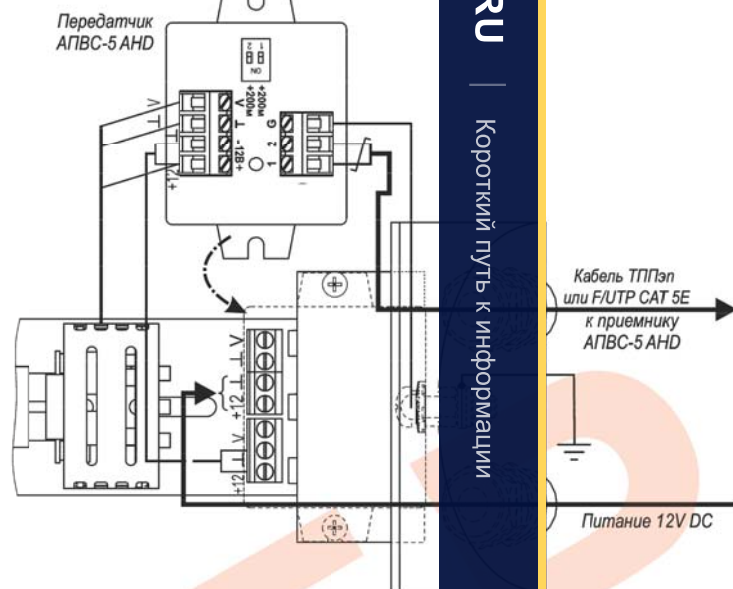
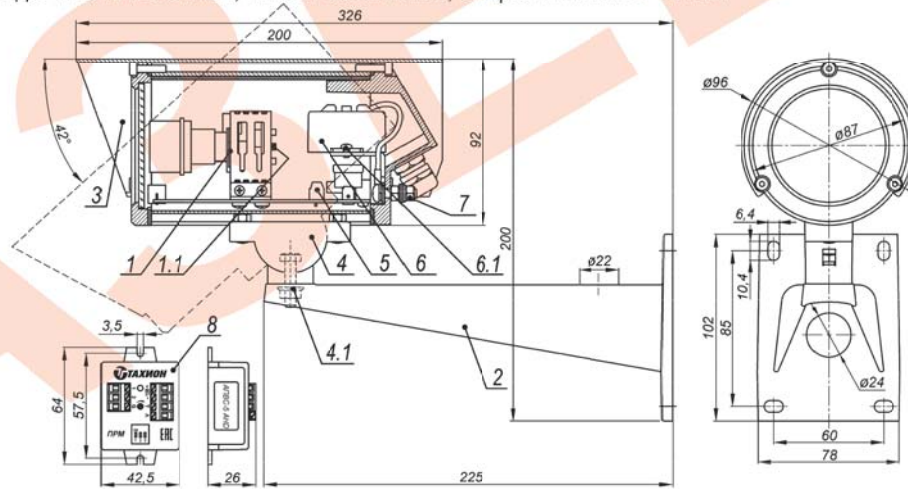

Рис.2 Подключение изделия
Рис.1 Состав изделия. Габаритные и установочные размеры
9. Ослабив болт (поз.4.1 рис.1) фиксации шарнира (поз.4.2 рис.1), установить видеокамеру на нужное направление обзора, после чего надёжно зафиксировать шарнир, затянув болт.
1. Установить кронштейн (поз.2 рис.1) на штатное место, закрепить на нём термокожух с видеокамерой (поз.1 рис.1).
2. Открутить 3 винта крепления задней крышки и выдвинуть модуль видекамеры. Ввести через гермовводы внешние кабели. Снять передатчик АПВС-5 АНД (поз.6 рис.1), выкрутив два винта крепления передатчика (поз.6.1 рис.1). Кабель питания подключить к плате коммутации к клеммнику «+ 12В ⊥», соблюдая полярность (рис.2). Заземлить видекамеру с помощью болта заземления (поз.7 рис.1). Кабель ТППЭп или F/UTP CAT 5E подключить к клеммам «1», «2» передатчика и приемника АПВС-5 АНД (рис.2). Если не требуется переключение режима видеостандарта, установить передатчик на штатное место.
3. Подключить приёмник АПВС-5 АНД (поз.8 рис.1):
5. При необходимости переключить режим видеостандарта с помощью кнопок, установленных на задней плате видекамеры (поз.1.1 рис.1): «LEFT» – CVBS (NTSC, PAL), «UP» - AHD. При нажатии удерживать 3 секунды.